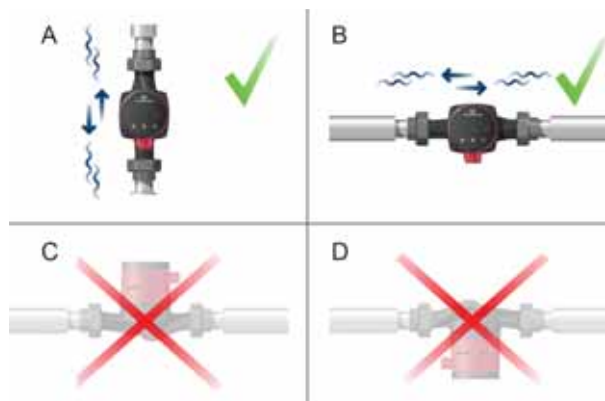

Fig. 2 Kontrolbokspositioner
- Pumpe monteret korrekt i et lodret rør. Se fig. 2, pos. A.
- Pumpe monteret korrekt i et vandret rør. Se fig. 2, pos. B.
- Montér ikke pumpen med en lodret motoraksel. Se fig. 2, pos. C og D.